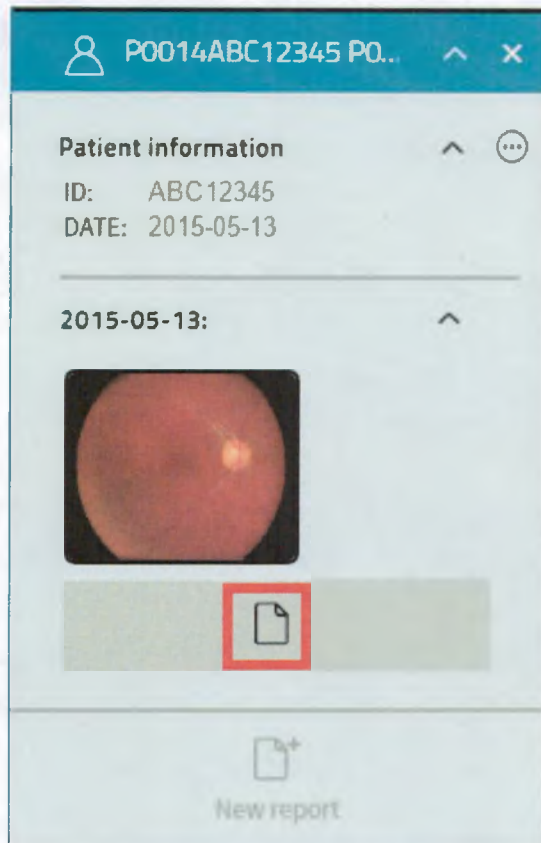

Рисунок 39. Отчет
В главном окне Optomed Orbit вы можете заметить, что некоторые из исследований имеют аннотации (отчеты). Это обозначается значком «Отчет», который появляется рядом с изображениями пациента (См. рис. 39).
2. Щелкните значок «Отчет» (см. Рис. 39), чтобы открыть аннотацию.